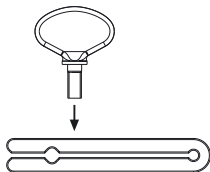

Fig. 16
- Montar o dispositivo de extracção, ver Fig. 16.